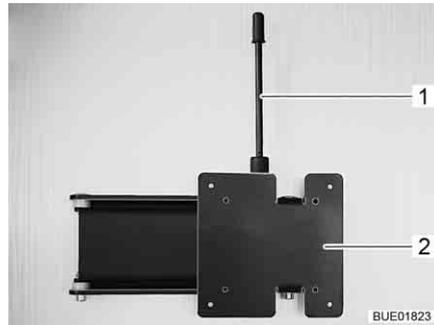

Bild 104 Wandhalterung
- Den Entriegelungshebel (Bild 104,1) nach oben ziehen und die Halterung (Bild 104,2) mit dem Flachbildschirm in die gewünschte Position drehen.